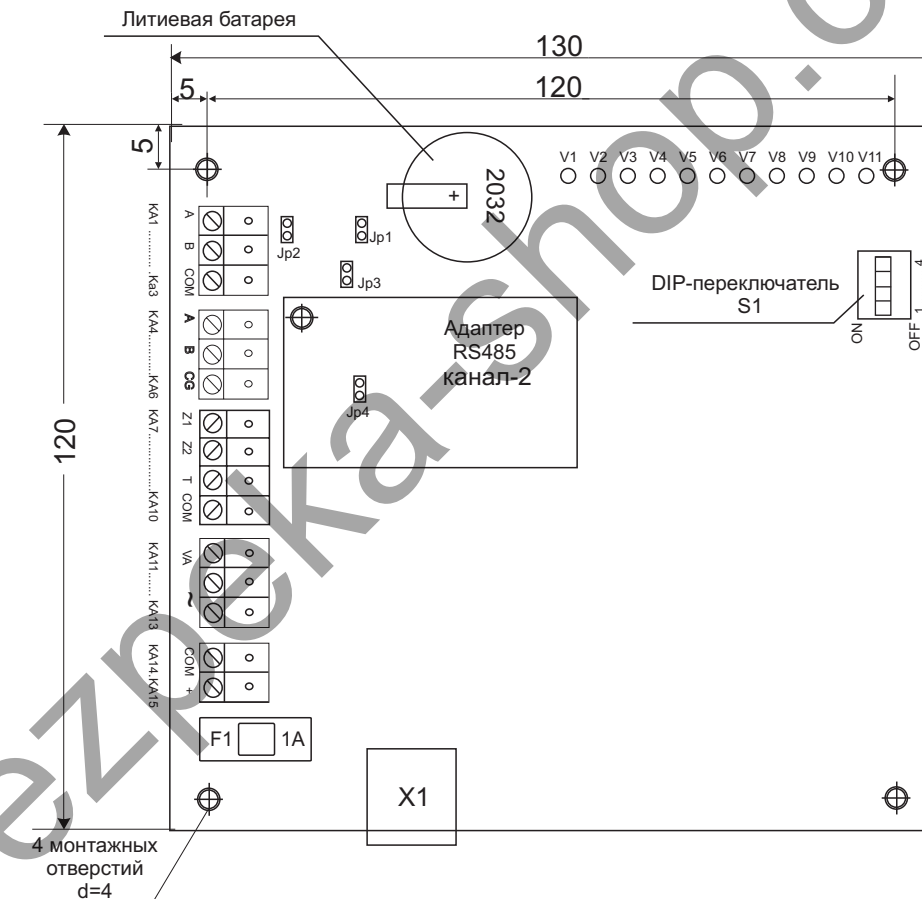

Рис. 1: Общий вид контроллера ABC-E
130 x 120 мм - см. рисунок 1.
ABC оснащен 11-ю светодиодами: **VD1-VD11** (рис. 1). Светодиоды **VD7-VD11** не используются (резерв).
- убедиться, что установлена перемычка **JP1** (см. рис.1), обеспечивающая питание энергонезависимой памяти и часов реального времени.
Дополнительный канал связи RS485 2 контроллера может быть оснащен модулем гальваноразвязки. Место установки модуля на плате указано на рисунке 1. Устройство оснащено встроенным терминатором. В случае ненадежной связи на больших расстояниях необходимо активизировать терминаторы на устройствах, расположенных на концах линии связи. Для активизации терминатора установите переключку **JP2** терминатора (канал 1) или **JP4** терминатора (канал 2) (см.рис.1).
ABC конфигурируется с помощью микропереключателей **S1** (см. рис. 1) при выключенном питании. Для всех DIP- переключателей 0 = “Выключен”, 1 = “Включен”.